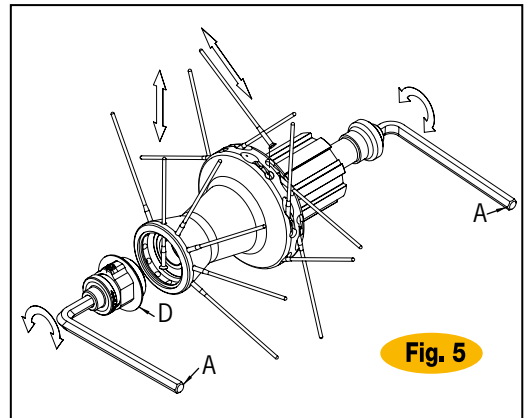

Fig. 5
- Introduzcan dos llaves Allen (A) en las tuercas de tope en los extremos de los bujes y gírenlas en sentido antihorario.
- Después de haber extraído la parte móvil, extraigan el radio a sustituir e introduzcan el radio nuevo, (Fig.5), y bloqueen firmemente la tuerca de tope móvil con un par de 15 Nm.